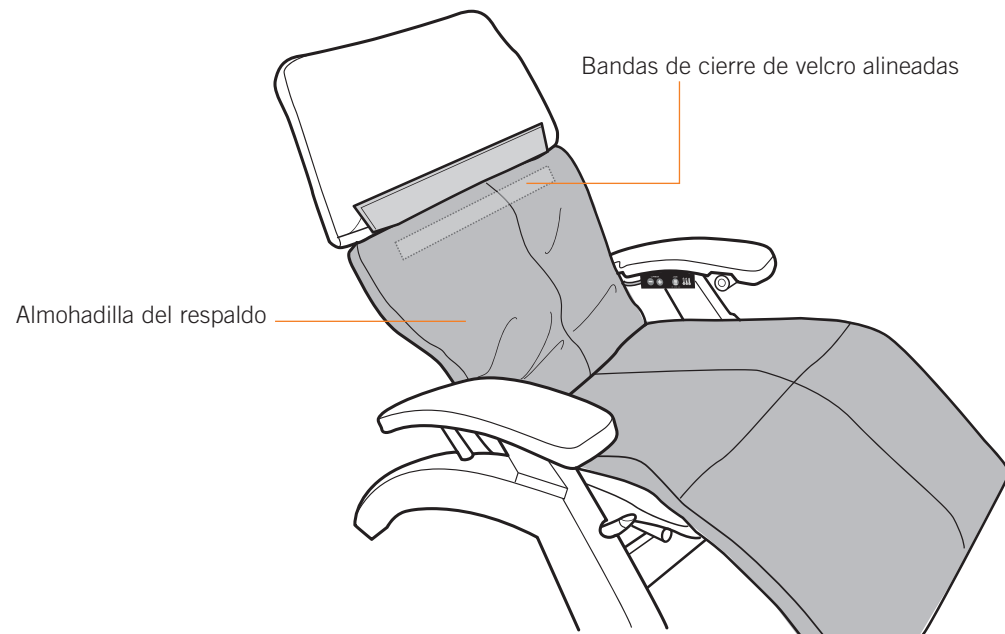

Fig.28
5. Tire de la almohadilla del respaldo hacia arriba hasta que la banda de cierre de velcro en la parte posterior de la almohadilla se alinee con la banda de cierre de velcro ubicada en la lona de la silla, y luego cierre ambas bandas firmemente (Fig.28).